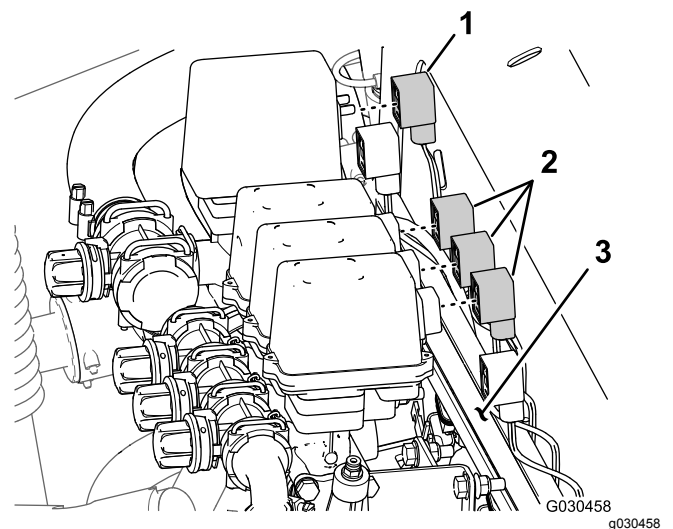

Bild 55
2. Ziehen Sie an der Rückseite der Verteilerbefestigung den 3-Buchsen-Stecker vom Rührwerkventil und die 3-Buchsen-Stecker von den drei Auslegerabschnittventilen ab (Bild 55).